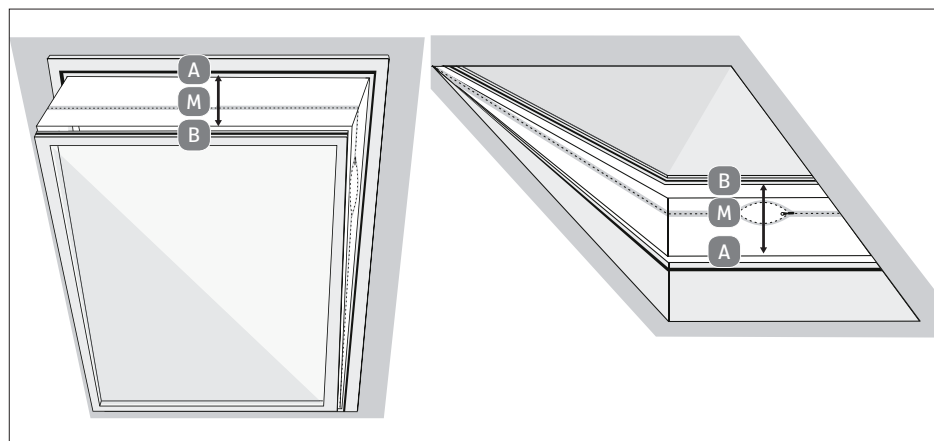

Abb. 14 – Montage Dachfenster
- ▶ Lösen Sie die Flügelmutter soweit, dass ein Freiraum zwischen dem Teil A des Fensterkits und dem Gleiter entstehen. (**siehe Abb.14 Schritt I**).
- ▶ Stecken Sie die beiden Teile des Fensterkits A & B ineinander, so dass der Gleiter in die Nut des Teiles B des Fensterkits greift. Stellen Sie das Fensterkit auf die gewünschte Größe ein, indem Sie das Fensterkit zusammenschieben bzw. auseinanderziehen und ziehen Sie die Flügelmutter wieder an. (**siehe Abb.14 Schritt II**).